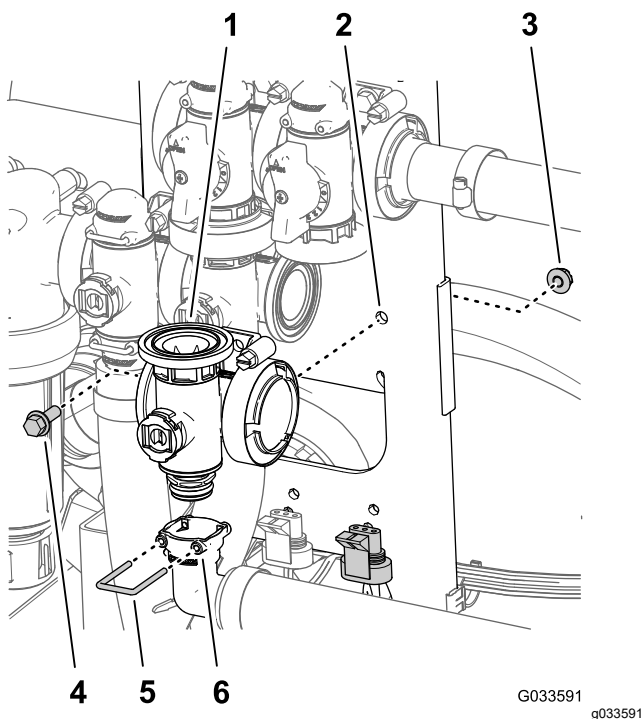

Figura 130
5. Monte el conector de salida de 90° en el acoplamiento inferior del distribuidor de la válvula maestra (Figura 130).
- Sujete el conector de salida al acoplamiento insertando una horquilla de retención en el alojamiento del conector de salida (**Figura 130**).